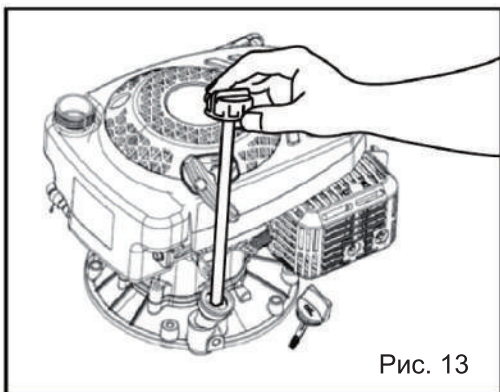

Рис. 13
4. Откройте крышку маслозаливной горловины (Рис. 13)